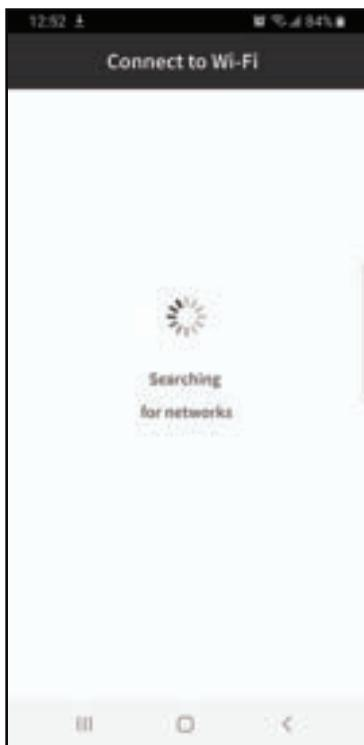

Fig. 7
5. Sélectionnez le wifi souhaité et connectez-vous en entrant le mot de passe wifi de votre domicile. (**Fig. 7 & 8**).